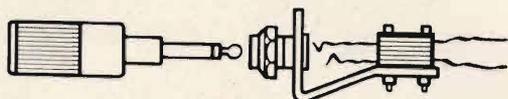

Fig. 51
- b) fig. 51 - diametro: 6 mm - lunghezza: 25 mm;